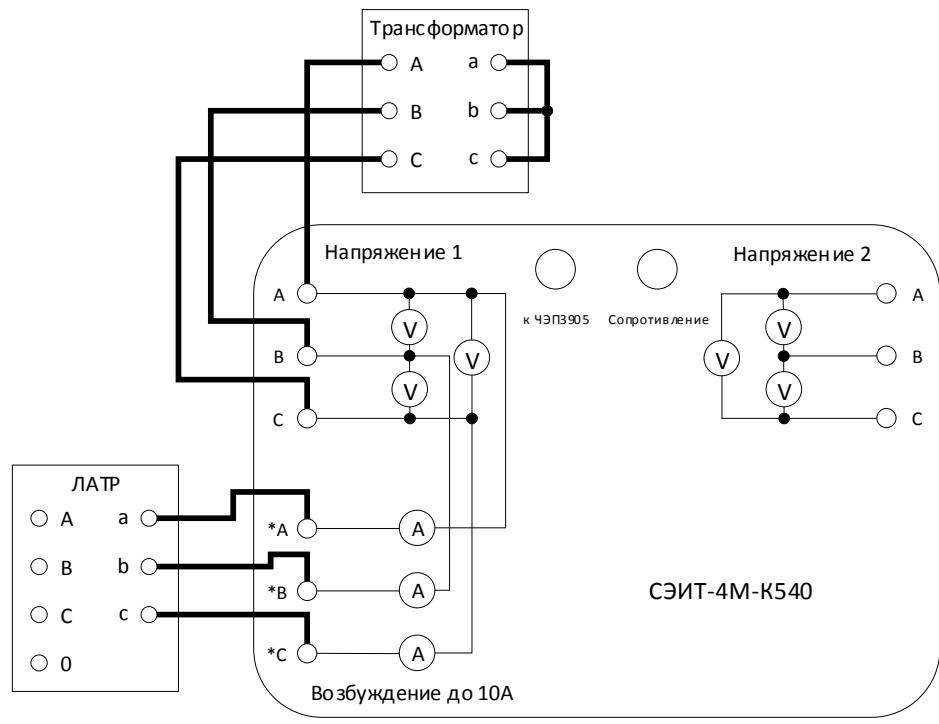

Рис. 18. Схема соединений для опыта КЗ
5.4.1. Для проведения опыта короткого замыкания необходимо собрать измерительную схему, представленную на рис. 18. Вводы обмотки НН испытуемого трансформатора соединяют накоротко, в вводы обмотки ВН подключают к клеммам ИВБ, как показано на рис. 18.